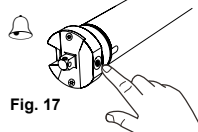

Fig. 17
2. Activez le mode de programmation au niveau de la tête du moteur (Méthode alternative) Actionnez la **touche rouge** (Fig. 17) du moteur 3 x, 3 « bip » retentiront, et appuyez ensuite à nouveau la **touche rouge** pendant environ 2 secondes. Le moteur confirme cette saisie avec une courte rotation effectuée respectivement deux fois dans une direction.